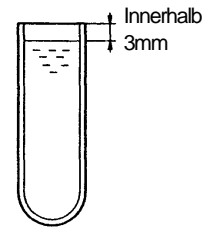
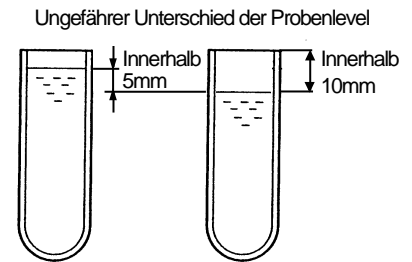

Abb. 3-3 Befüllen der Röhrrchen für den Ausschwingrotor (RCF: 100.000 xg und mehr)
Abb. 3-4 Befüllen der Röhrrchen für den Ausschwingrotor (RCF: 100.000 xg und weniger)
- 2) Balancieren Sie die Röhrrchen (die symmetrisch angeordnet sind) innerhalb 0,2 g aus. Balancieren Sie die Röhrrchen bei Verwendung einer Zentrifuge der Serien CS150NX und CS-FNX/CS-GX II/CS-GXL/CS-GX gemäß Abb. 3-3 und Abb. 3-4 aus.